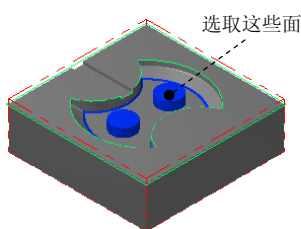

图 22.39 选取干涉面
(2) 单击 **干涉面** 区域中的  按钮, 选取图 22.39 所示的面为干涉面 (共 12 个), 然后按 Enter 键。